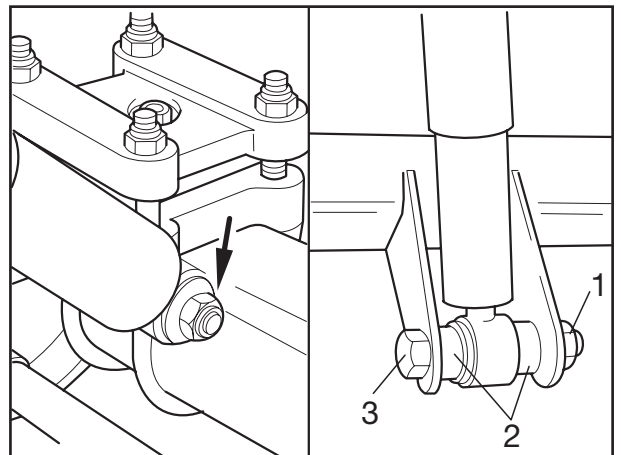

Fig. 22
- [33] Stoßdämpfer, bei Befestigung an Gewindebolzen, mit der Schutzhülse nach obenweisend aufschieben. Neue Sicherungsmuttern (Fig. 22/ Pfeil) aufschrauben und festziehen.
[33] If shock absorber attached to threaded bolt, mount the shock absorber with the protective sleeve facing up. Screw on new lock nuts (Fig. 22/arrow) and tighten.
[33] Pour fixation par boulon fileté, pousser l'amortisseur avec la douille de protection tournée vers le haut. Visser de nouveaux écrous de sûreté (fig. 22/flèche) et serrer à fond.